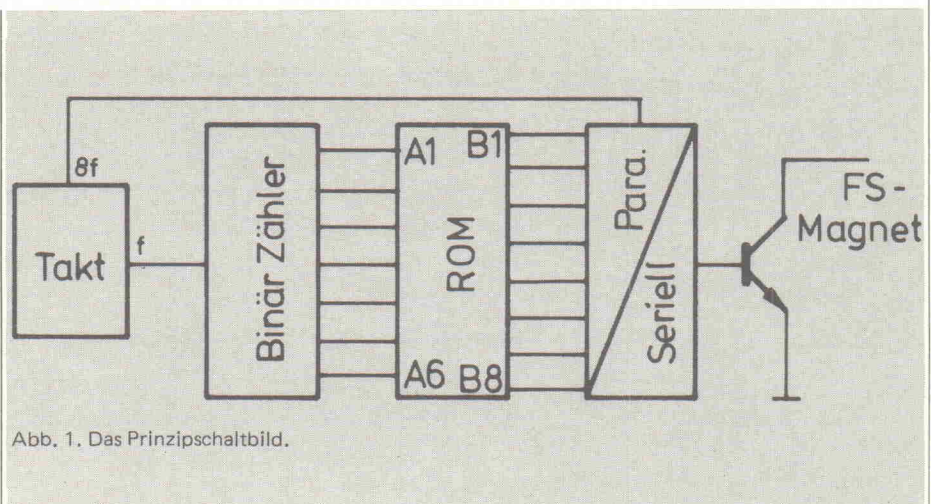

Abb. 1. Das Prinzipschaltbild.
Wie man einer solchen festprogrammierten Schaltung (IS) seine abgespeicherte Information in der richtigen Reihenfolge 'entlockt', soll anhand des Blockschaltbildes der Abb. 1 erläutert werden.